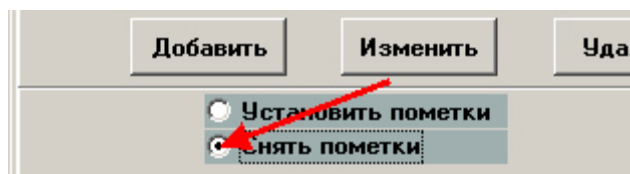

Рисунок 9 - Окно поиска, выбор "Снять пометки"
4. В открывшемся окне поиска выберите "Снять пометки" (рисунок 9).